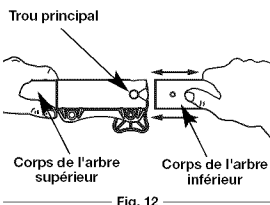

Fig. 12
- Tenez fermement le corps de l'arbre supérieur et retirez l'accessoire de coupe ou autre du coupleur EZ-Link™ (Fig. 12).